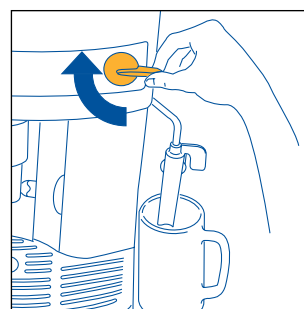

Fig.6
4. Na enkele seconden komt water uit het cappuccinomondstuk. Wanneer ongeveer 30cc water in het kopje is gelopen, draai de stoomknop een halve toer in wijzerzin (fig. 6), om de waterafgifte te onderbreken.
- Om de afgifte van warm water te onderbreken, draai de knop volledig in wijzerzin (fig. 6) en breng het cappuccinomondstuk in zijn oorspronkelijke stand naar het midden van het apparaat toe.
- Verplaats het cappuccinomondstuk naar buiten toe (fig. 6).
- Onderbreek de afgifte door de knop helemaal in wijzerzin te draaien (fig. 6).
- Wanneer de gewenste temperatuur wordt bekomen, wordt de stoomafgifte onderbroken door de stoomknop volledig in wijzerzin te draaien (fig. 6).